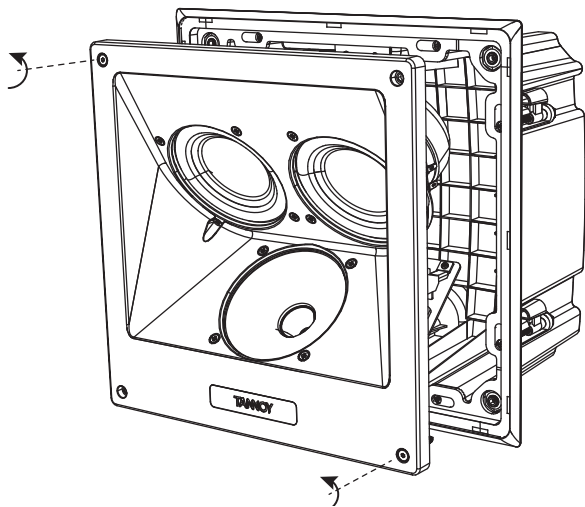

Fig. 14. Removing the loudspeaker from the back can
4. 如果扬声器组件已经安装在后盖上(例如在运输过程中), 则可以通过松开将其固定到位的螺钉将其从后盖上卸下 (图 14)。